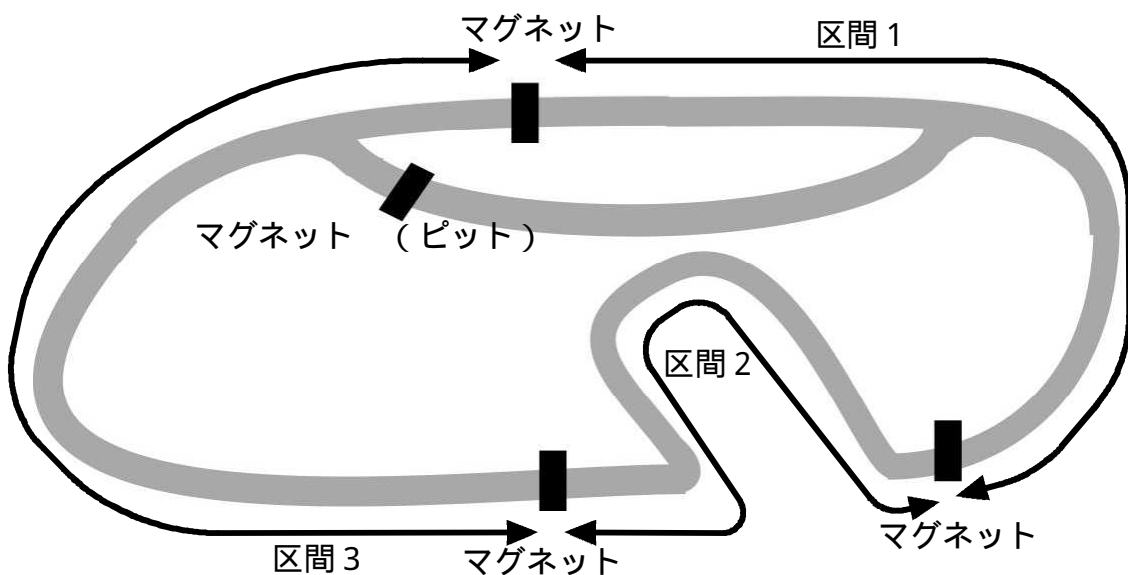

図1．区間タイム計測対応コース
(2) 区間タイム計測対応のコースには図1のように、コース内に3箇所、ピットに1箇所の計4箇所にマグネットが埋まっています。マグネット ~ の間のタイムを区間1、 ~ を区間2、 ~ を区間3のタイムとして記録します。